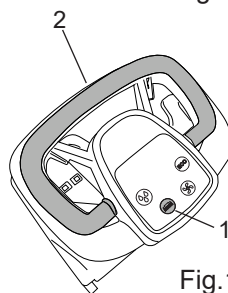

Fig.11
- Appuyer sur le bouton brosse (Fig. 11 - Rep.1)
- Actionner à plusieurs reprises le levier de commande brosse (Fig.11, Rep. 2): la brosse s'enclenche automatiquement sur le moyeu.
- Appuyer sur le bouton brosse (Fig. 11-Rep.1) pendant 3 secondes, la brosse se décroche automatiquement.